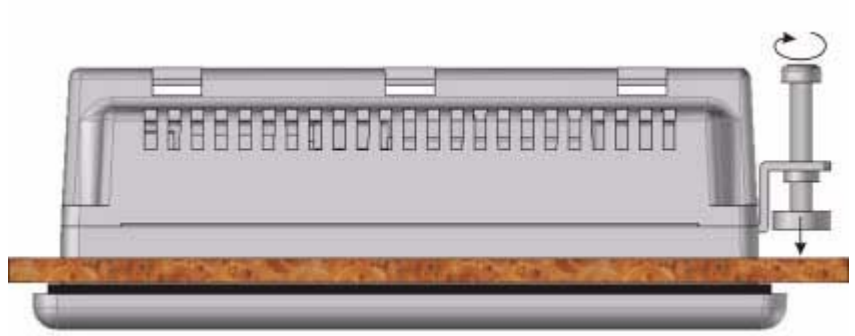

Рис. 3.4: Корпус терминала, зафиксированный в панели
- 4 Вставьте зажим в паз для крепежного зажима в корпусе терминала и слегка затяните винт (см. Рисунок 3.4. Вариант фиксации панели